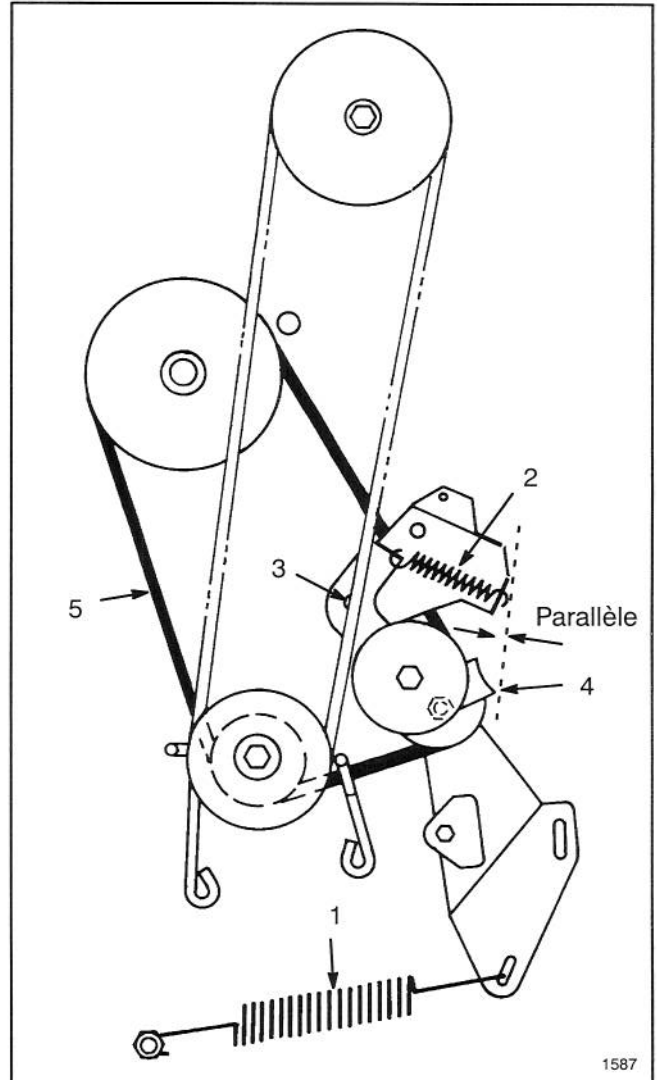

Figure 19
7. Décrocher le grand ressort de traction de sa vis de fixation (Fig. 19). Faire attention car le ressort est fortement tendu.
8. Décrocher le ressort de renvoi du support de poulie de renvoi (Fig. 19).
9. Retirer avec sa rondelle le contre-écrou fixant le support de poulie de renvoi au châssis, et déposer le support (Fig. 19).
10. Desserrer le contre-écrou sur la poulie pour pouvoir retirer le guide de courroie (Fig. 19), et retirer la courroie de toutes les poulies.
**Remarque:** En remontant le guide de courroie sur la poulie de renvoi, s'assurer que le bord du guide de courroie soit parallèle au châssis, comme illustré à la figure 19.